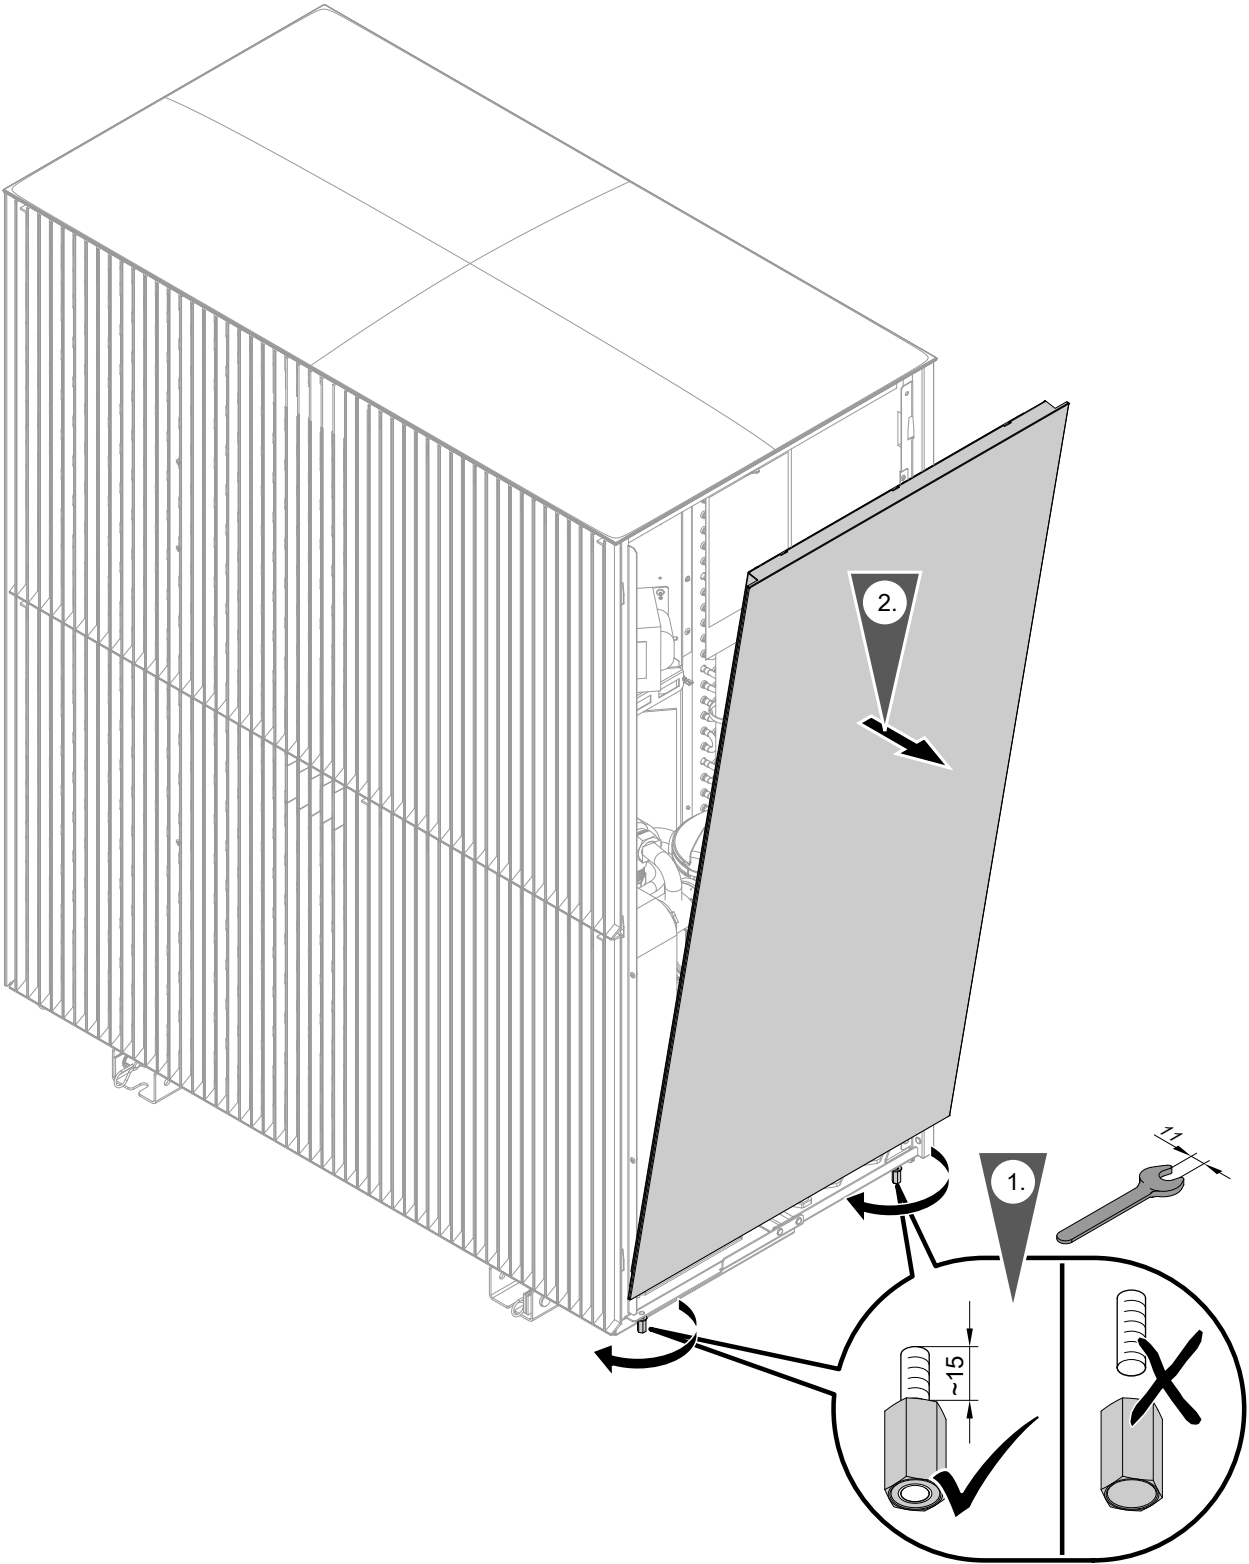

Abb. 106
1. Seitenverkleidung rechts abbauen: Siehe Abb. 106.
- 6. Seitenverkleidung rechts abbauen: Siehe Abb. 106.